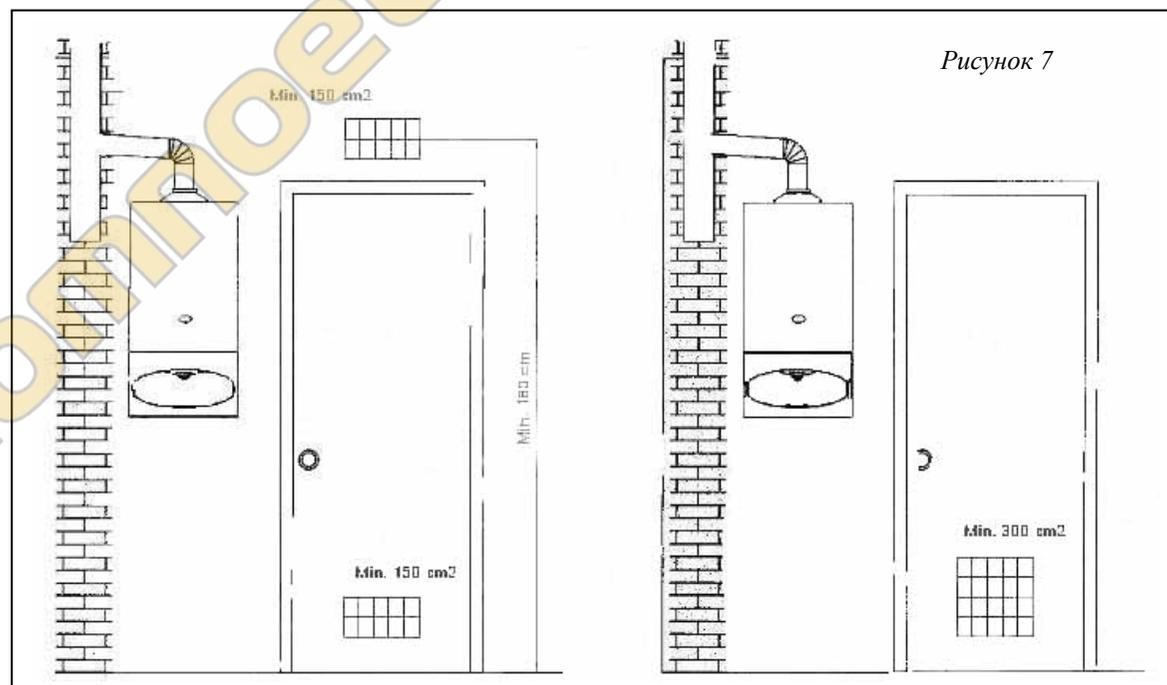

Рисунок 7
- ❑ Его объем не менее  $12 \text{ м}^3$  и оно имеет два постоянно открытых наружу (улицу) вентиляционных отверстия, каждое площадью не менее  $150 \text{ см}^2$  или одно отверстие площадью не менее  $300 \text{ см}^2$ . (Рисунок 7)
- ❑ Вентиляционные отверстия могут быть в окне или в стене. Если имеются два отверстия, то одно должно быть максимально приближено к потолку и располагаться на высоте не менее 180 см от пола, второе – возможно близко к полу. (Рисунок 7)